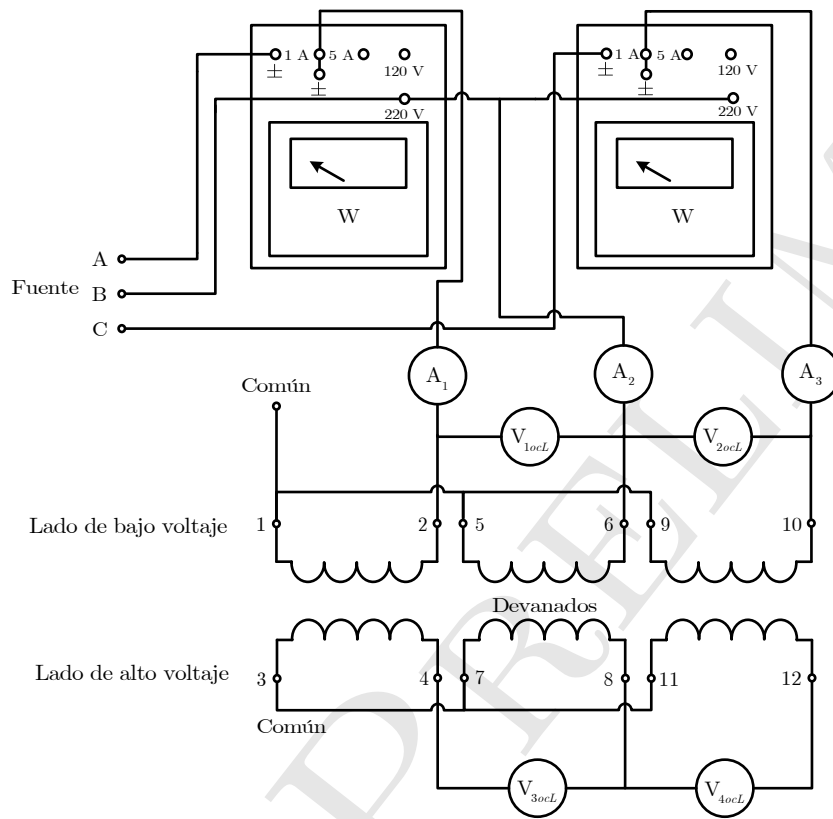

Figura 2: Prueba de circuito abierto.
- 3.1. Armar el circuito mostrado en la Figura 2.